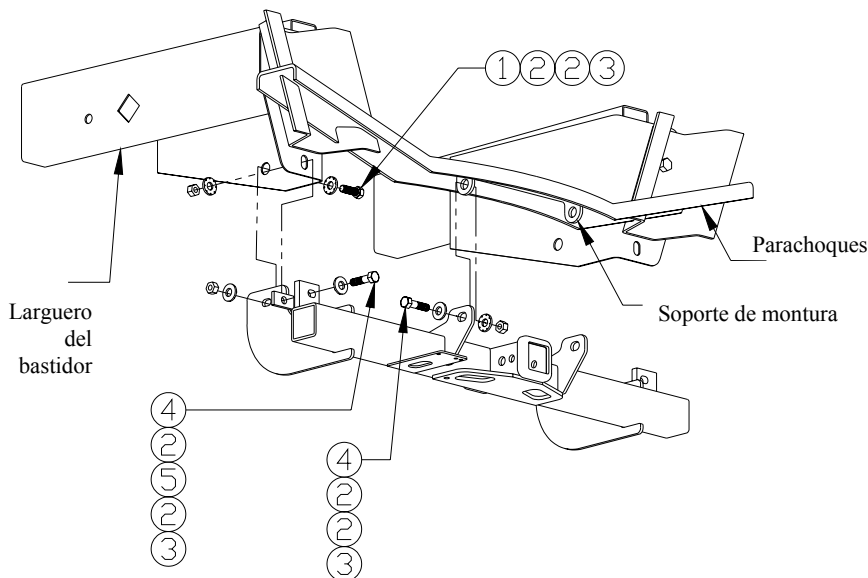

FIGURA 1
①	Cant. (2)	Perno hexagonal, 1/2"-13 x 1-1/2"	④	Cant. (4)	Perno hexagonal, 1/2"-13 x 2"
②	Cant. (12)	Arandela cónica, 1/2"	⑤	Cant. (2)	Espaciador, 1/4" x 1" x 2"
③	Cant. (6)	Tuerca, 1/2"
- Levante el enganche a su posición como se muestra en la Figura 1.